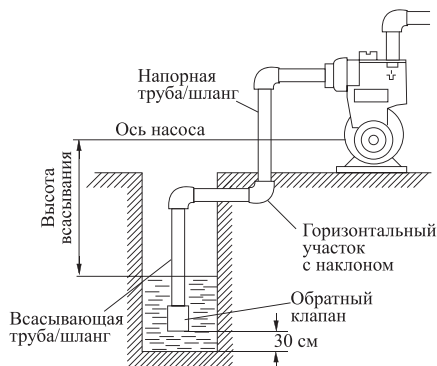

рис. 2
4.4 Присоедините к входному отверстию всасывающую трубу (шланг) и опустите её в воду, как показано на рис.2.
**Внимание!** Для оптимальной работы насоса-автомата на всасывающую трубу необходимо установить обратный клапан (не входит в комплект поставки) (рис.2).